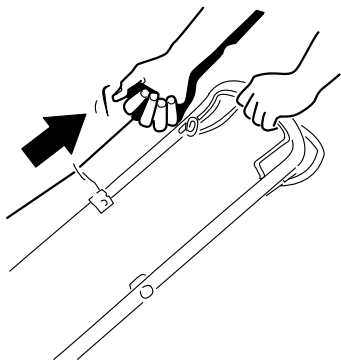

Figura 18
2. Tire suavemente del arrancador de retroceso (Figura 18) hasta que note resistencia, luego tire con fuerza y deje que vuelva lentamente a la guía de cuerda del manillar.